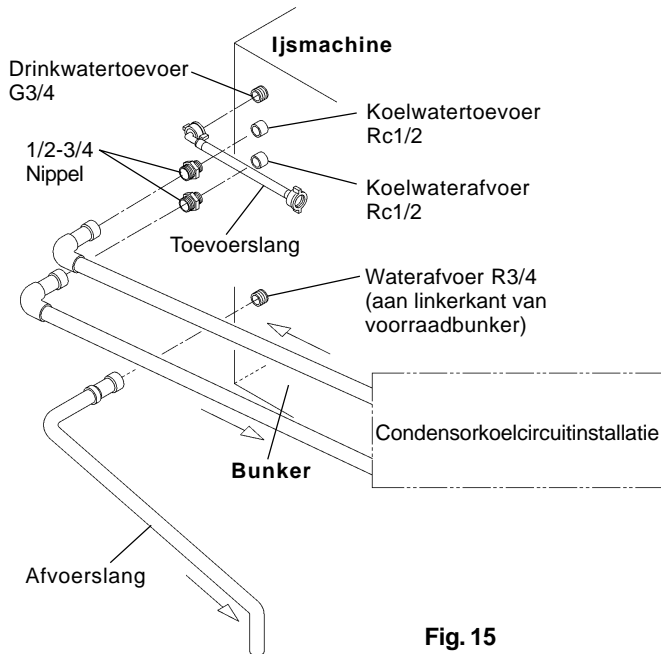

Fig. 15
- \* Hoshizaki raadt aan om de watergekoelde condenser aan te sluiten op een hercirculerend koelsysteem met gesloten circuit, met een toren, waterkoeler of een gelijksoortige installatie (zie fig. 15 en 16). Watersuppletie moet via een kogelklep-/mengvat plaatsvinden.
### [a] Standaard aansluitingen volgens WRC-voorschriften in G.B. (fig. 15 en 16)
- 3) Bevestig de grijze buigzame afvoerslang (accessoire) aan de R3/4 aansluiting op de achterkant van de ijsblokjesmachine zoals aangegeven (fig. 15), waarbij u controleert of de rubber afdichtingsring is aangebracht voordat u de aansluiting handvast aandraait. Deze buis kan zondig op lengte worden gesneden voor een correcte aansluiting op de hoofdafvoer.
- 5) Sluit het condensorkoelcircuit aan op de vrije uiteinden van 1/2-3/4-nippels zoals aangegeven (fig. 15) met behulp van een onbuigzame pijp.